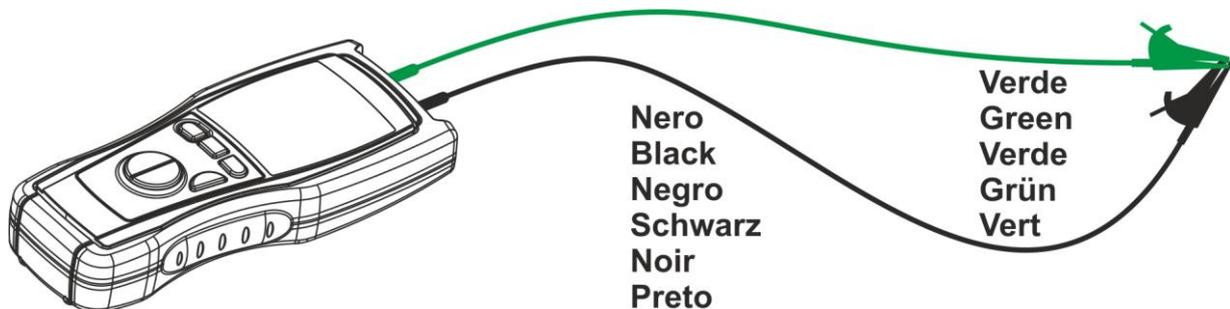

Fig. 10: Conexão dos terminais durante o procedimento de calibração
3. Curto-circuitar as extremidades dos cabos de medida (ver Fig. 10) tendo atenção para que as partes metálicas das ponteiras ou dos crocodilos façam um bom contacto entre si.